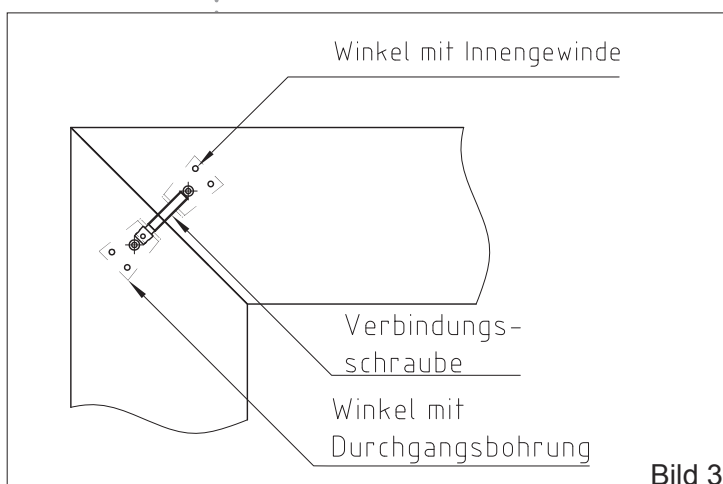
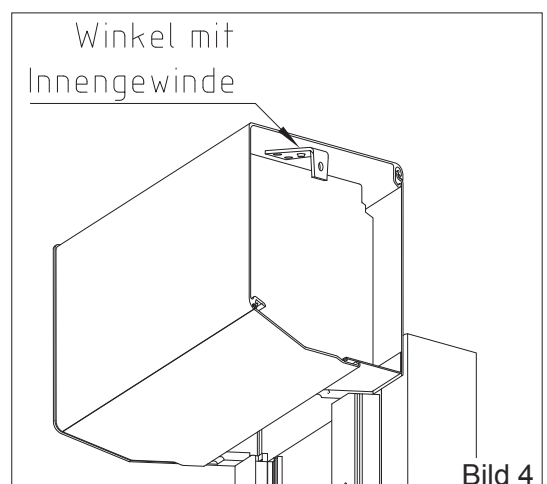

Bild 3
Bild 4
- Zur besseren Fugengenauigkeit können die Kästen im Eckbereich mittels eines vormontierten Eckverbinders (Verbindungsschraube im Zubehör) verbunden werden (Bild 3) (Bild 4).